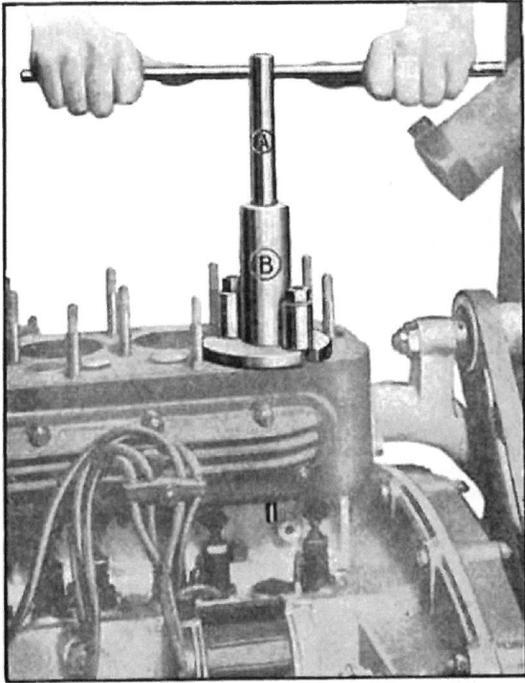

Fig. 6. — Réalésage d'un guide de soupape.
- 6—Réalésier si nécessaire à  $8 \frac{m}{10} 3$ , le guide de soupape en utilisant, pour guider l'alésoir, le montage spécial qui se fixe sur le cylindre (fig. 6). Dans ce cas se servir d'une soupape à tige plus forte, dite « Soupape réparation ».